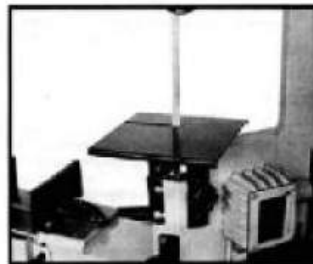

Fig.2
4. Leid het mes door de gleuf in de tafel en bevestig het met twee schroeven. Zie Afb.2.